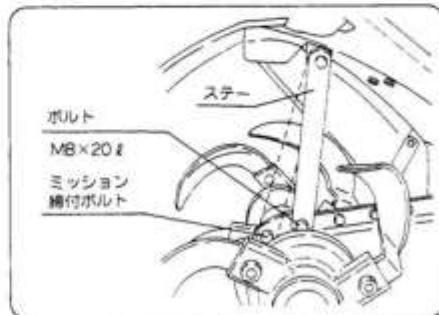

図58
- ⑤ ステーを1段上にセットしてください。(M8×20ℓボルト)(図58)
- ⑥ ミッション締付ボルトを取付けてください。(図58)